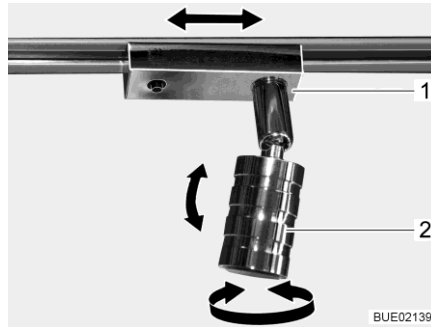

Bild 62 Spotleuchte
- Drehen:** ■ Gehäuse (Bild 62,2) fassen und drehen.
- Verschieben:** ■ Sockel (Bild 62,1) fassen und um ca. 45° drehen.
- Abnehmen:** ■ Sockel (Bild 62,1) fassen und um 90° drehen.